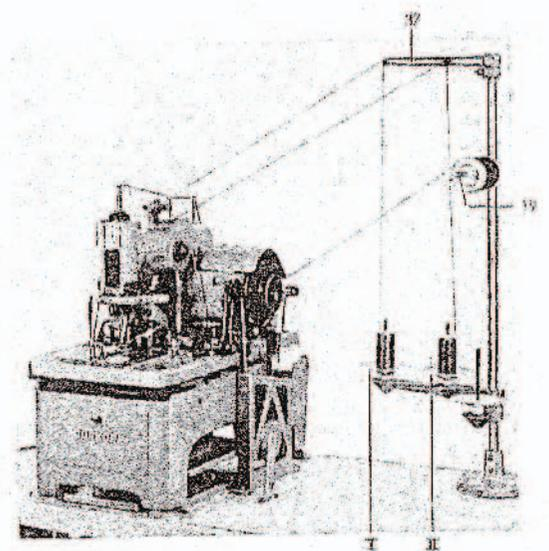
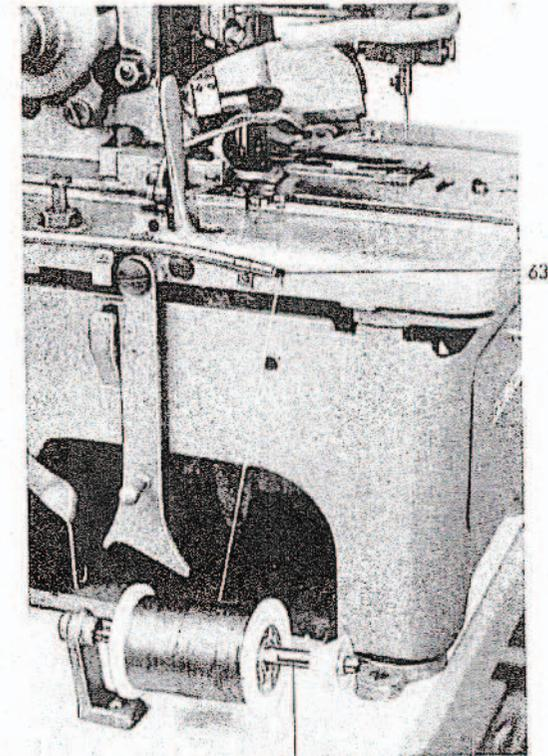

Abb. 14a
Abb. 18a
Diese Gimpe kann auf dem Gimpenrollenhalter 19 (Abb. 14a) am Garnständer oder auf den Gimpenrollenhalter 20 (Abb. 18a) gesteckt werden.
Befindet sich die Gimpe dagegen auf dem Gimpenrollenhalter 20 (Abb. 18a), dann führt man sie von dort sofort in das Führungsrohr 63 und weiter wie vorstehend beschrieben.
1. Vom Garnrollenhalter II nach oben durch die Fadenführung am Garnabzugsarm 37 (Abb. 14a) des Garnständers;